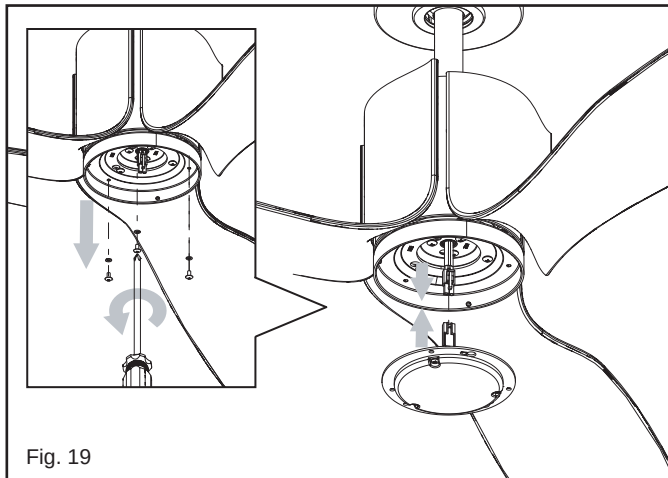

Fig. 19
- 1 Retire los cuatro tornillos preinstalados en la placa de iluminación. (Fig. 19).